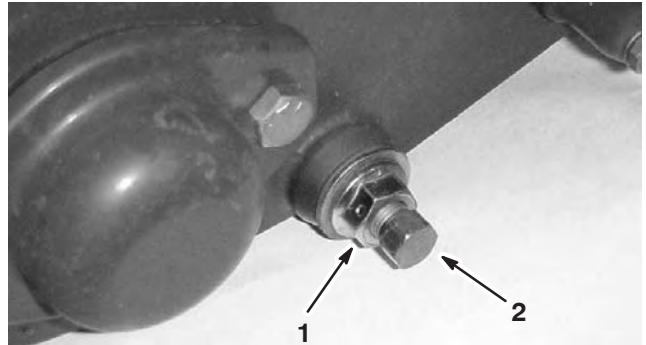

Figure 46
3. De chaque côté de la machine, desserrez l'écrou de blocage qui maintient le boulon de la barre d'appui (Fig. 46).